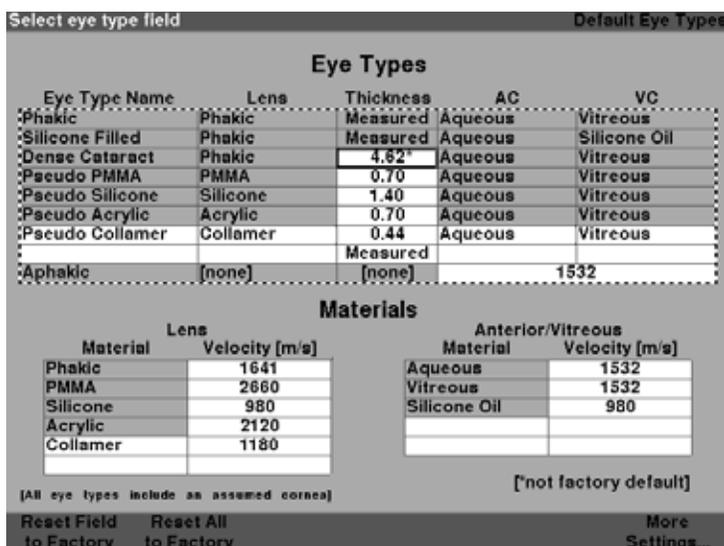

Figura 5-14 Campo não configurado de fábrica
1. Gire o botão até que o campo que deseja reconfigurar esteja selecionado com uma borda sólida em preto, conforme mostrado na Figura 5-14 abaixo.